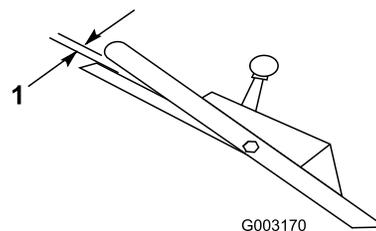

**Figure 28**
2. Tournez le bouton de commande de 1/2 tour dans le sens horaire si la machine n'avance pas automatiquement. Si la machine a tendance à avancer, tournez le bouton de 1/2 tour dans le sens antihoraire pour détendre la courroie (Figure 28).